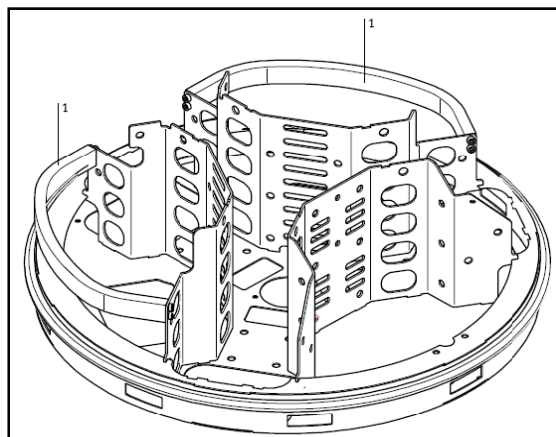

Figure 1.2 : Châssis du robot®
Le châssis est une plateforme d'acier soudé au laser. Les batteries, les unités de déplacement et la webcam sont fixés sur le châssis ainsi que les capteurs de mesure de la distance et d'anticollision. Le châssis offre de l'espace supplémentaire pour l'ajout éventuel d'autres capteurs et/ou actionneurs. Le déplacement manuel du Robotino® se fait par ses poignées de transports (1) de la Figure 1.2.